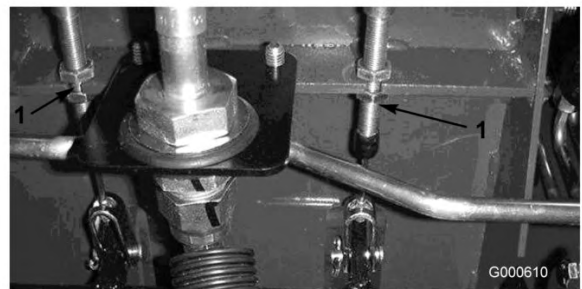

Figura 54
- A. Allentate il dado anteriore sull'estremità filettata del cavo del freno (Figura 54).